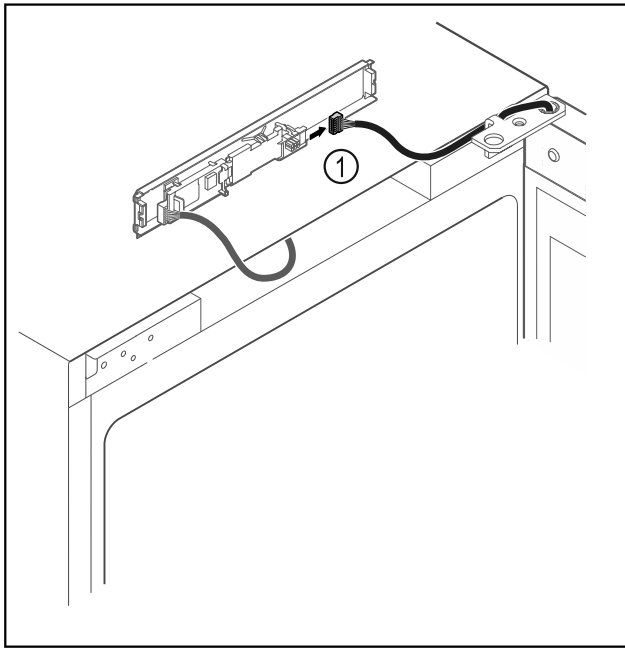

Fig. 19
- ▶ Húzza ki a dugót Fig. 19 (1) a NYÁK-ból.